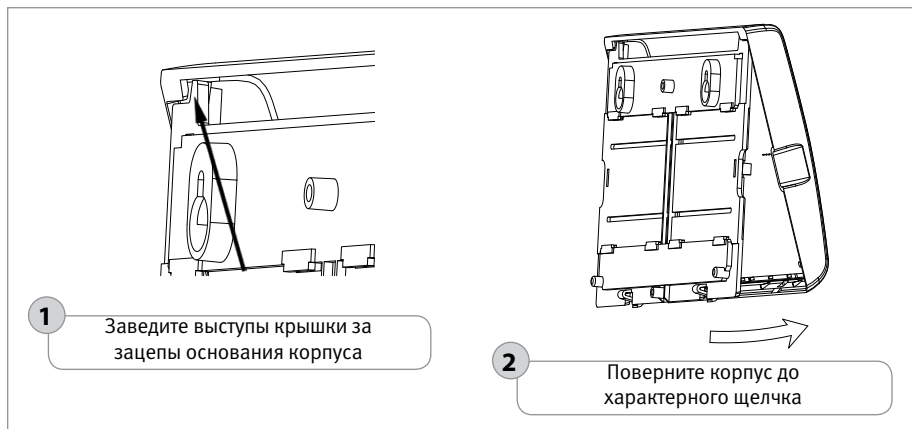
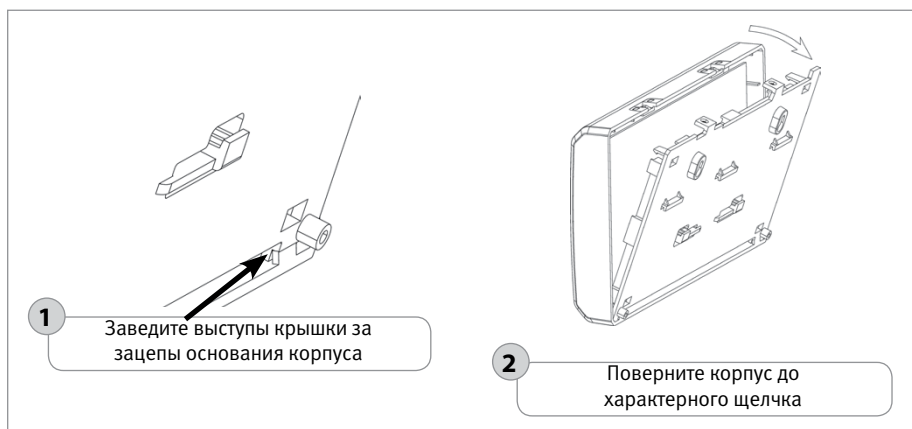

Рисунок 18. Установка крышки прибора «Сигнал-20М»
Рисунок 19. Установка крышки блока «Сигнал-20П»
- 1.6. Установите крышки прибора «Сигнал-20М» и блока «Сигнал-20П» в порядке, указанном на Рисунок 18 и Рисунок 19 соответственно. Установите крышку блока «Сигнал-20П исп.01» в порядке, обратном порядку снятия.
- 2.5. Установите крышку блока в порядке, указанном на Рисунок 18 и Рисунок 19.